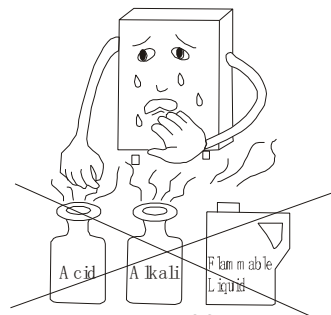

Fig 22
- Plaats geen ontvlambare, explosieve of reactieve stoffen in de buurt van de geiser. (Fig. 22)